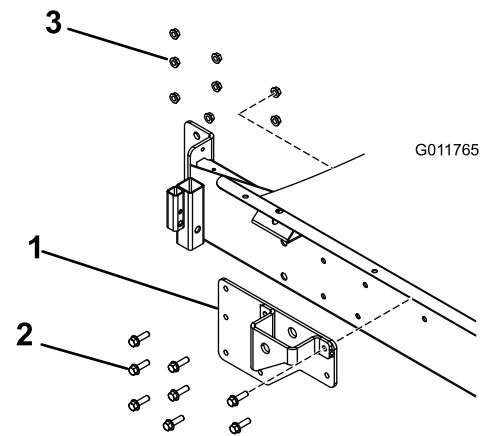

Figura 3
4. Instale los soportes de los cilindros derecho e izquierdo en el patín del depósito según se muestra en Figura 3. Sujete cada soporte al bastidor usando ocho pernos (3/8 x 1-1/4 pulgadas) y tuercas (3/8 pulgada).